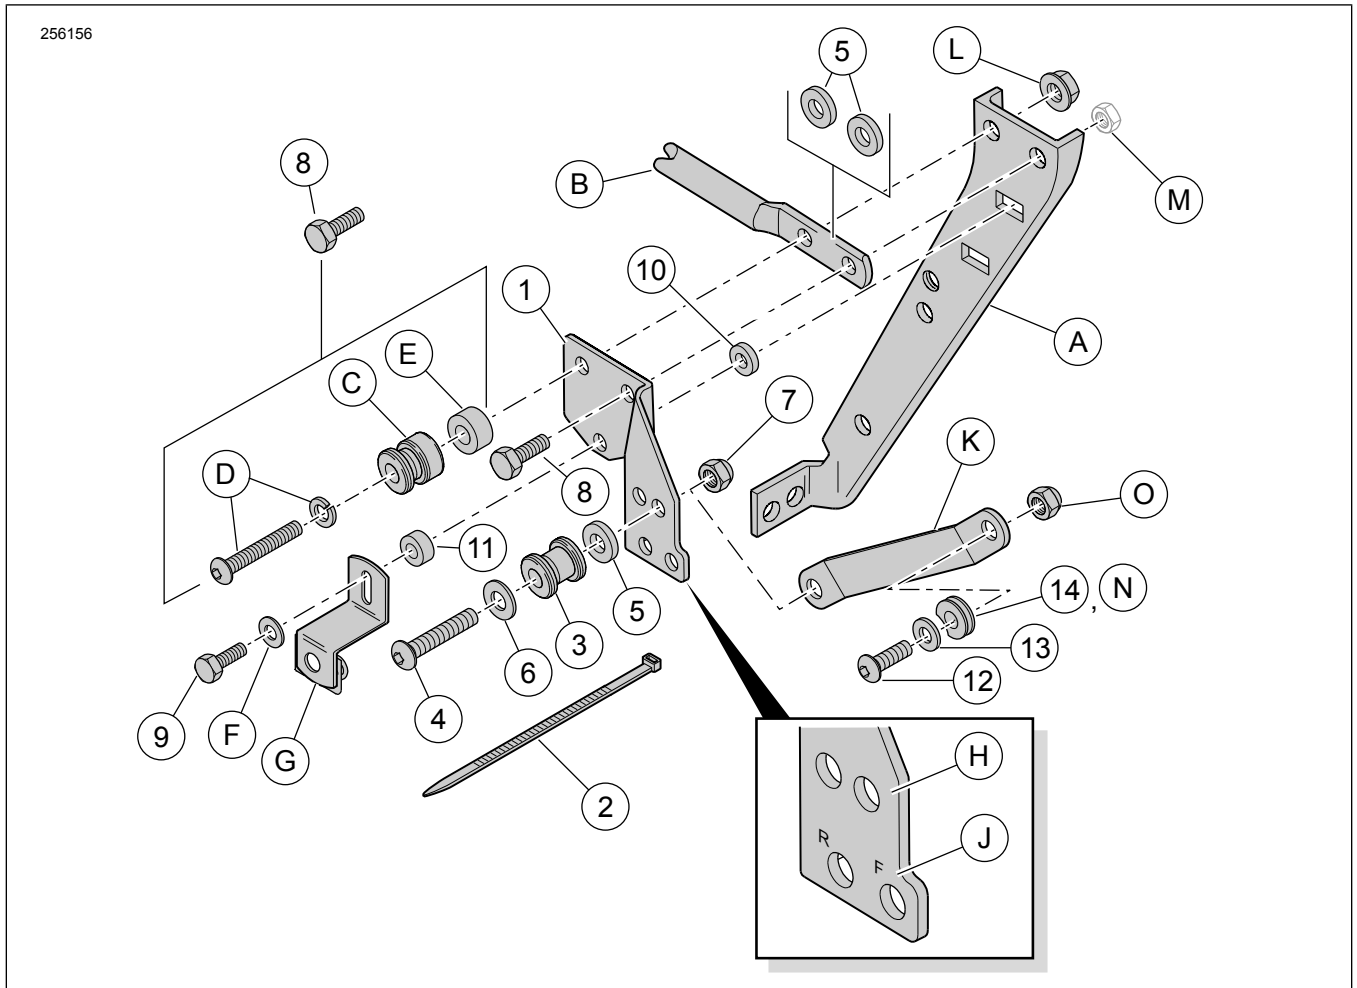
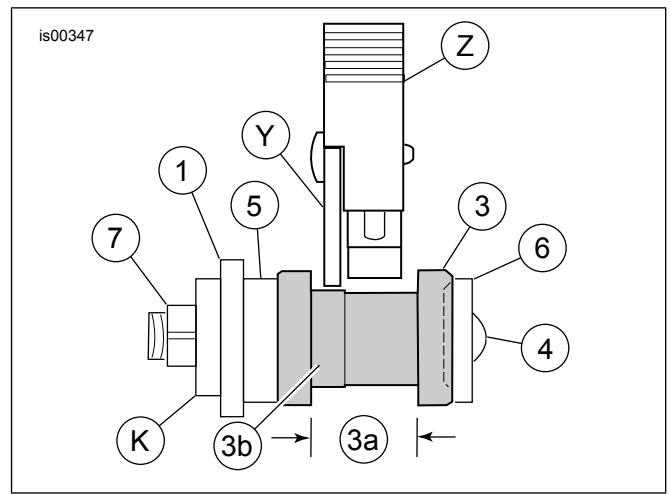

图1。套件内容：单独安装的前端对接套件
图7。对接点中的门锁正确对准
参见图1。前端对接点安装架(1)分左右侧。下方孔附近压印的字母必须朝上,且须分清前(F)后(R)位。
2. 无后端对接套件:请参见图1。按照下列方式安装安装架:
3. 有后端对接套件：请参见图1。按照下列方式安装安装架：
- a. 将来自前端对接套件 (53803-06) 的 5/16-18 x 1 英寸 (25毫米)长螺丝 (8) 安装至托架 (1) 的前部上方孔，且穿过来自后端对接套件 (53804-06) 的托架 (B) 前端，置于安装架 (1) 和原装设备边箱支架 (A) 之间。
- b. 将来自后端对接套件 (53804-06) 的 5/16-18x2-1/4 英寸 (57毫米)长螺丝和锁紧垫圈 (D)、对接点 (C) 和 0.386 英寸 (9.8 毫米)厚隔块安装至来自后端对接套件 (53804-06) 的托架 (B) 的后部上方孔，置于安装架 (1) 和原装设备边箱支架 (A) 之间。
4. 参见图1和表2。安装后端边箱底架。
- a. 将 1/4-20 螺丝 (项目 9，长度为 1 英寸或 7/8 英寸，视车型而定) 穿过垫圈 (F) 和槽安装至边箱安装架 (G)。
- b. 对于 FLHR、FLHT 或 FLTR 车型：将螺纹穿过安装架 (1) 的底孔插至之前所装的螺丝正下方。
- c. 关于 FLHRC 或 FLHRS 车型：将 9/16 英寸 (14.3 毫米) 厚隔块 (11) 安装在螺丝螺纹上，并将螺纹穿过安装架 (1) 的底孔插至之前所装的螺丝正下方。
- d. 将 1/8 英寸 (3.2 毫米) 后隔块 (10) 安装在螺丝螺纹上，并将螺纹穿过边箱支架 (A) 安装至对开螺母。拧紧。
7. 参见图7和图1。将一个垫圈 (6) 置于来自本套件的一个半圆头螺丝 (4) 的螺纹上。
8. 如图所示，将一个对接点 (3) 置于螺丝螺纹上，然后放置一个隔块 (5)。
- a. 关于 1994 年至 1996 年车型：穿过最后方的孔 (H) 插入安装架 (1)。
- b. 关于 1997 年及以后款车型：穿过最前方的孔 (H) 进入安装架 (1)。
- c. 将螺丝螺纹穿过较大的孔插入托架 (53805-99，项目 K，行李架部件或倒U形直靠背套件)，然后使用锁紧螺母 (7) 将其固定，不要过紧。